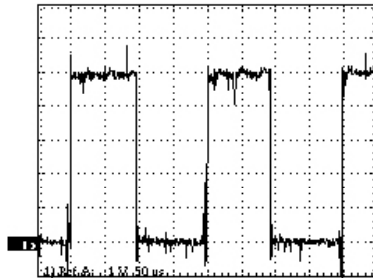

Figura 19: Señales de realimentación de pulso
- Observar las señales de realimentación de pulso con referencia de velocidad en 90 RPM (XC4:1,2,3 de la tarjeta CC9 en relación al X1-GND), los pulsos deben ser semejantes a los de la figura 19;